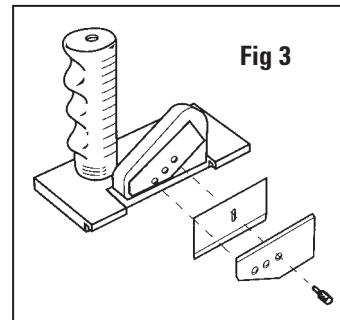

Fig 3
1. Retirez la vis de la lame et la plaque de couverture de la lame du support de lame. Placez une lame n° 270, le bord tranchant vers le bas, dans la fente du support de lame et alignez le trou de la lame avec le réglage de hauteur souhaité. Remettez en place la plaque de couverture de la lame et la vis de la lame. **Fig 3**
1. Quite el Tornillo de la Cuchilla y la Cubierta de la Cuchilla del Sujetador de la Cuchilla. Coloque una cuchilla #270, borde afilado abajo, en la ranura del Sujetador de la Cuchilla y alinee el orificio en la cuchilla con el ajuste deseado de profundidad. Reemplace la Cubierta de la Cuchilla y el Tornillo de la Cuchilla. **Fig. 3**
1. Entfernen Sie die Klingenschraube und den Klingenschutz aus dem Klingenhalter. Legen Sie eine #270 Klinge mit der scharfen Kante nach unten in den Schlitz auf dem Klingenhalter ein und richten Sie das Loch in der Klinge mit der gewünschten Tiefeneinstellung aus. Bringen Sie den Klingenschutz und die Klingenschraube wieder an. **Abb. 3**
1. Rimuovere la vite della lama e il coprialama dal portalamo. Inserire una lama #270, con il bordo affilato rivolto verso il basso, nella fessura del portalamo e allineare il foro della lama con la regolazione della profondità desiderata. Sostituire il portalamo e la vite della lama. **Fig. 3**
4. Placez le passe-partout, le côté coloré vers le bas, sous le rail de guidage et contre le guide de passe-partout. **Fig. 3**
4. Ponga el lado de color de la lámina perimétrica abajo debajo del Carril Guía, contra la Guía de la Lámina Perimétrica. **Fig. 3**
4. Legen Sie das Passepartout mit der farbigen Seite nach unten unter die Führungsschiene, an die Passepartout-Führung. **Abb. 3**
4. Posizionare il lato colorato del passepartout sotto la rotaia di guida, contro la guida del passepartout. **Fig. 3**